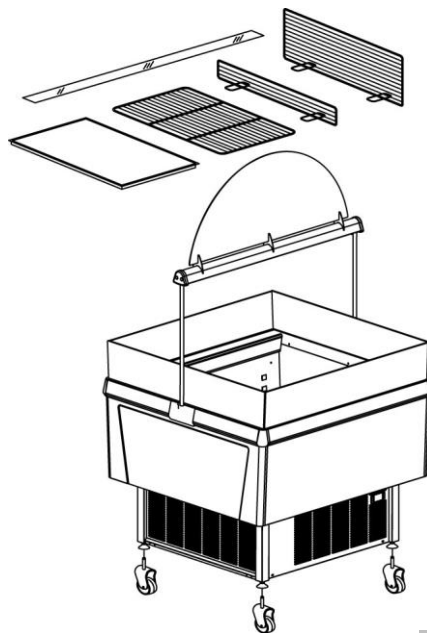

FIG. 14
- Utilizzare le apposite griglie regolabili in altezza (dove presenti) per mantenere sempre il miglior rapporto fra spazio refrigerato e prodotto esposto (FIG. 14 pag. 6).
- Nelle ore notturne utilizzare i coperchi notte (disponibili su richiesta) che oltre a conservare nel migliore dei modi i prodotti esposti consentono un risparmio energetico (FIG. 14 pag. 6).